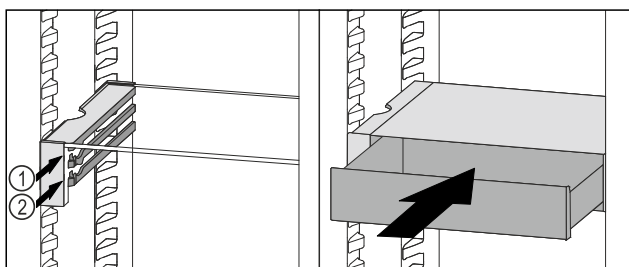

Fig. 140
- Sæt VarioSafe-skuffen ind bag stoppene på den ønskede ribbe Fig. 140 (1) eller Fig. 140 (2).